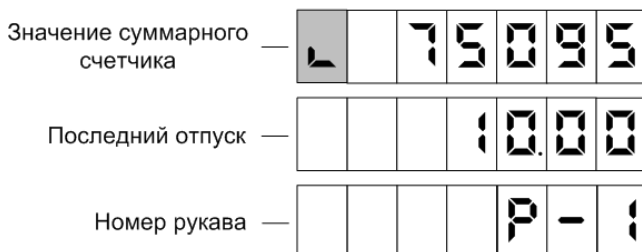

Рисунок 5
8.7 Предусмотрен просмотр на табло значений суммарного счетчика рукава в строке указателя стоимости с мигающим символом "L" в старшем разряде. В строке цены за литр отображается порядковый номер рукава и символы "P -" (рисунок 5). В этом режиме допускается выдача масла.